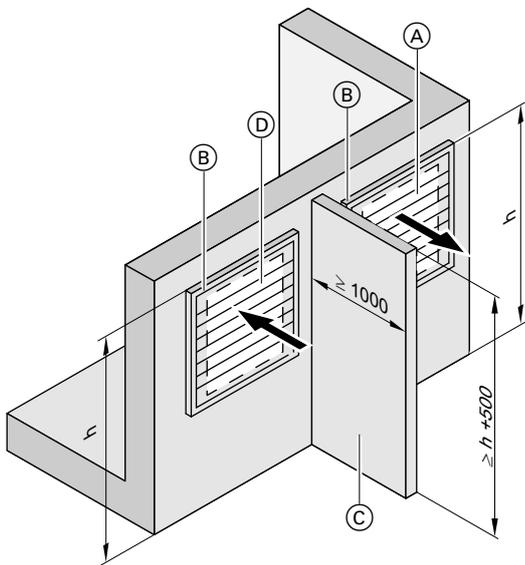

Abb. 7
- Ⓚ Trennwand (falls erforderlich): Siehe folgende Tabelle und Abb. 7 und 8.
- Ⓠ Trennwand (falls erforderlich): Siehe folgende Tabelle und Abb. 7 und 8.